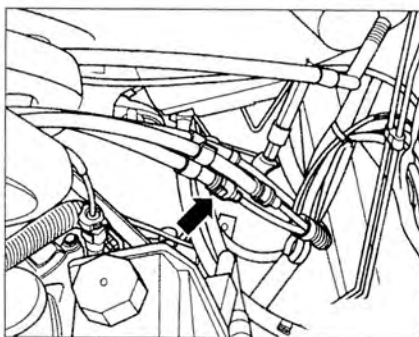

Рис. 2.89. Отсоедините нагнетающий топливопровод (стрелка) и закупорьте ее с помощью ткани.
1. Отсоедините нагнетающий топливопровод (стрелка) и закупорьте ее с помощью ткани (рис. 2.89).